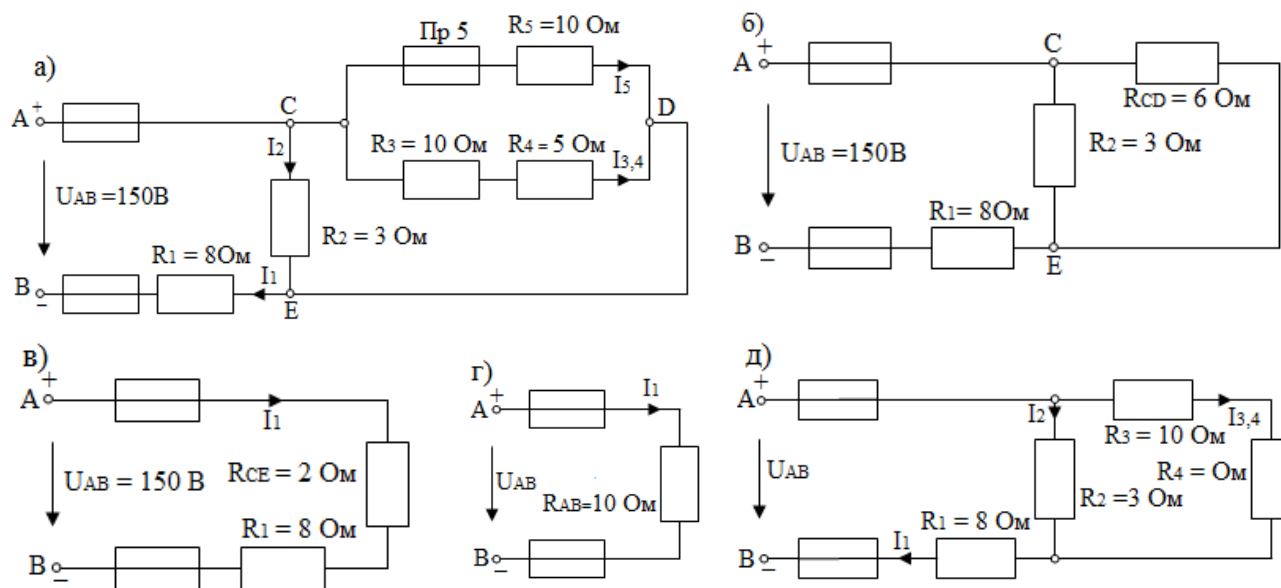

Рис. 30
Пример 1. Для схемы, приведенной на рис. 30, а, определить эквивалентное сопротивление цепи R_{AB} и токи в каждом резисторе, а также расход электроэнергии цепью за 8 ч работы.
1. Определяем общее сопротивление разветвления R_{CD} , учитывая, что резисторы R_3 и R_4 соединены последовательно между собой, а с резистором R_5 — параллельно: $R_{CD} = \frac{(R_3+R_4) \cdot R_5}{(R_3+R_4+R_5)} = \frac{(10+5) \cdot 10}{(10+5+10)} = 6 \text{ Ом}$ (рис.30, б).
$$R_{CE} = \frac{R_{CD} \cdot R_2}{(R_{CD} + R_2)} = \frac{6 \cdot 3}{(6+3)} = 2 \text{ Ом (рис.30, в)}.$$
$$R_{AB} = R_1 + R_{CE} = 8 + 2 = 10 \text{ Ом (рис.30, г)}.$$
При расплавлении предохранителя $Пр_5$ резистор R_5 выключается и схема принимает вид, показанный на рис. 30, д. Вычисляем эквивалентное сопротивление схемы: $R'_{AB} = R_1 + \frac{(R_3+R_4) \cdot R_2}{(R_3+R_4+R_2)} = 8 + \frac{(10+5) \cdot 3}{(10+5+3)} = 10,5 \text{ Ом}$.